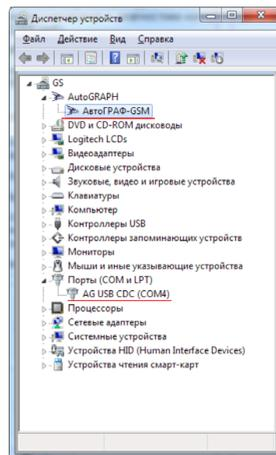

Рис.26. Установка драйвера.
6. Аналогичным образом следует установить драйверы для устройства AutoGRAPH CDC. На этом установка драйверов для прибора АвтоГРАФ-GSM/SL завершена. Прибор готов к работе с ПК (**Рис.26**).